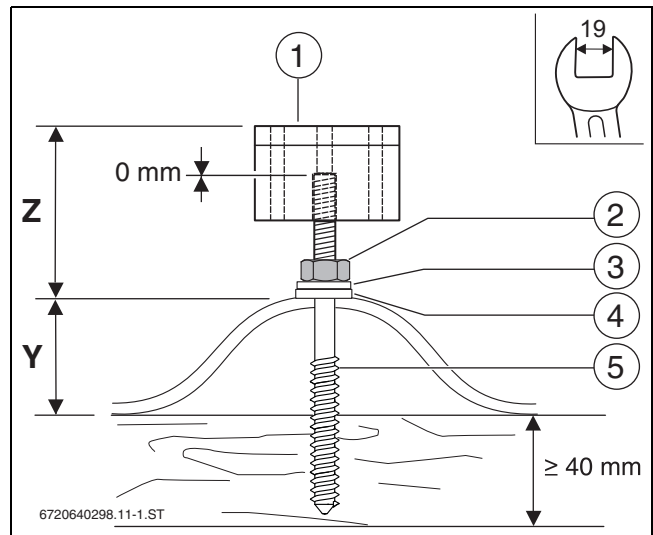

Рис. 29 Установленная шпилька с бобышкой
- ▶ Заверните гаечным ключом SW19 предварительно собранную шпильку с бобышкой и гайкой до размера Z (→ таб. 13) (→ рис. 29).
- ▶ Затяните гайку (→ рис. 29 [2]) до полного прилегания уплотняющей шайбы к волне.